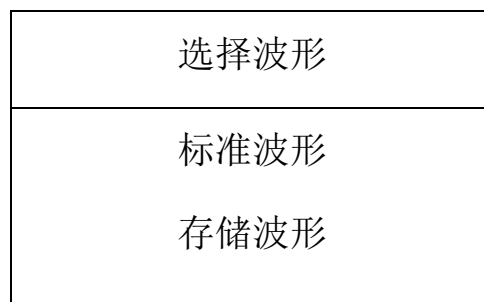

图 4.4-2
(3) 波形处理：光标在 波形处理 上时，按下“确认”键，再利用光标↑↓键可对屏显波形扩展或压缩处理，注意在没有屏显波形时此功能无效。
(4) 同屏比较：光标在 同屏比较 位时，按下“确认”键。进入同屏比较功能，屏幕弹出第二菜单如下图 4.4-2。